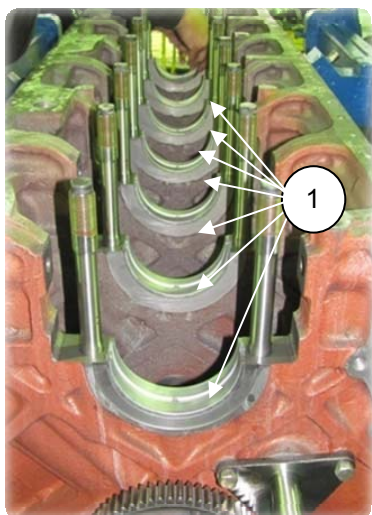

Рис. 2.61.2
1. Вынуть верхние вкладыши (1) (840.1005170) из постелей блока цилиндров (рис. 2.61.2).